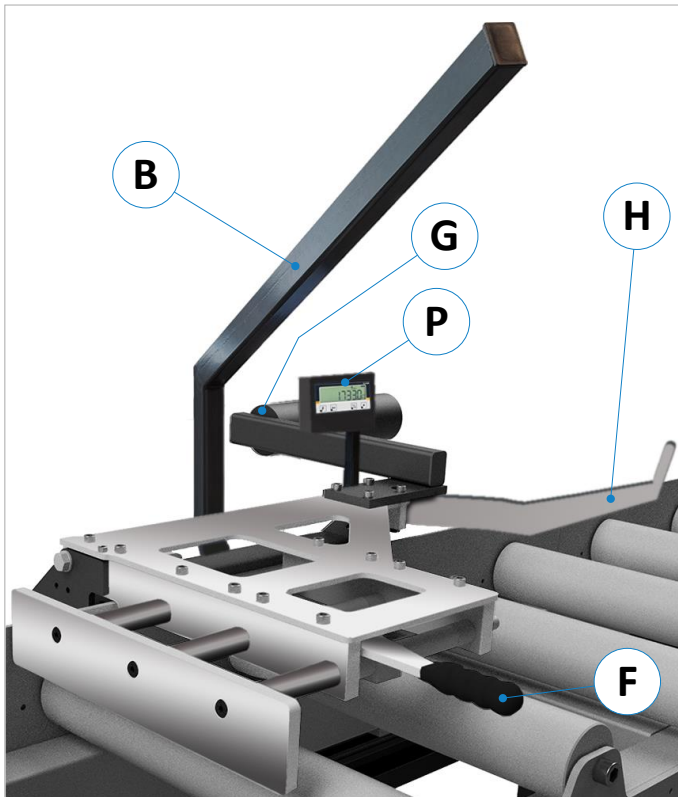

Figure 19 : éléments de commande de la butée EXAKT HD E
- Avant de déclencher l'opération d'usinage côté machine (par ex. coupe), réaliser la course libre de 10 mm en faisant pivoter le levier excentrique (F), voir ⇒ Figure 19.
- Le levier excentrique (F) permet en outre de relever la butée dans n'importe quelle position. En position haute, la butée se maintient d'elle-même dans cette position grâce au poids d'équilibre (G).